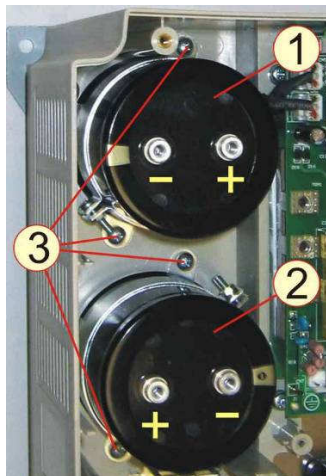

Рис.6.14
**6.9.2** Снять конденсаторы 1 и 2 вместе с хомутами, выкрутив четыре самонарезающих винта 3 (рис.6.14).